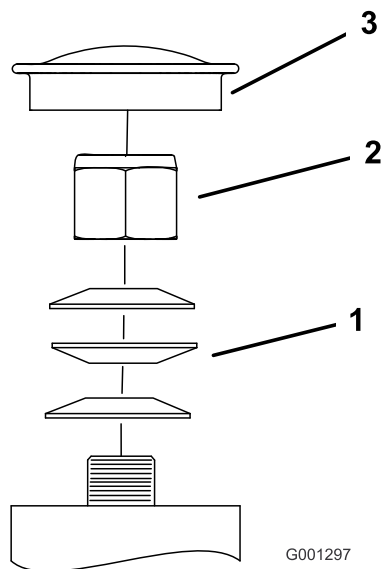

Figura 62
3. Retire o tampão antipoeira da roda e aperte a porca de bloqueio (Figura 62).
4. Aperte a porca de bloqueio até que as anilhas de mola estejam planas e, em seguida, recue 1/4 de volta para aplicar devidamente a pré-carga nos rolamentos (Figura 62).
Importante: Certifique-se de que as anilhas de mola estão corretamente montadas como ilustrado na Figura 62.
5. Instale o tampão antipoeira (Figura 62).